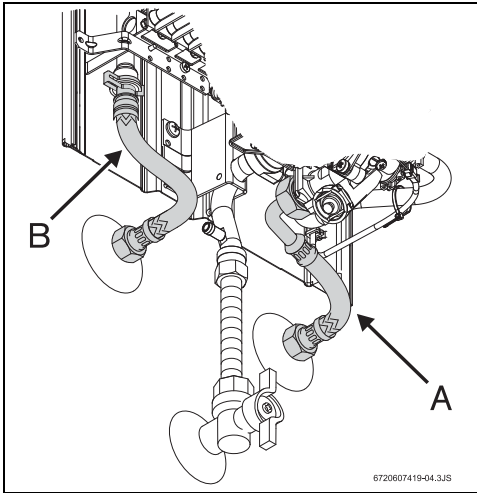

Fig. 11 Collegamento acqua
- ▶ Individuare le tubazioni di acqua calda (Fig. 11, [pos. B]) e fredda (Fig. 11, [pos. A]) dell'impianto onde evitare eventuali inversioni di collegamento.